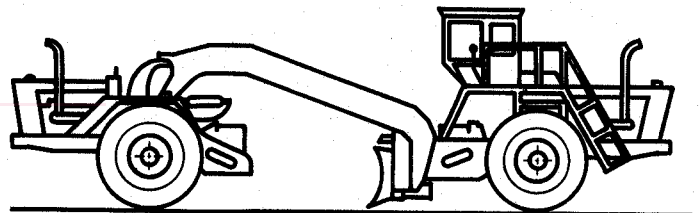

Figure 4 — Niveleuse à deux moteurs
5.1.2.2 À deux moteurs (voir figure 4)